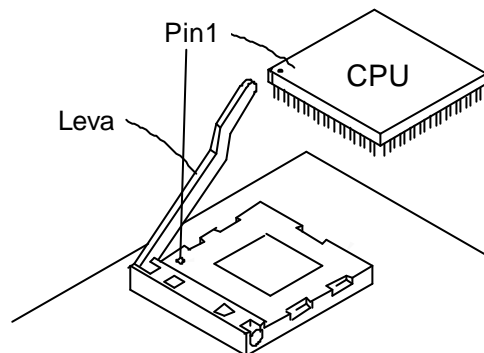

Figura 5. Inserimento della CPU
4. Infilare la CPU nello zoccolo **PONENDO ATTENZIONE NEL FAR COINCIDERE IL PIN 1 DI RIFERIMENTO SULLA CPU CON IL PIN 1 SULLO ZOCCOLO.** (vedi figura 5).